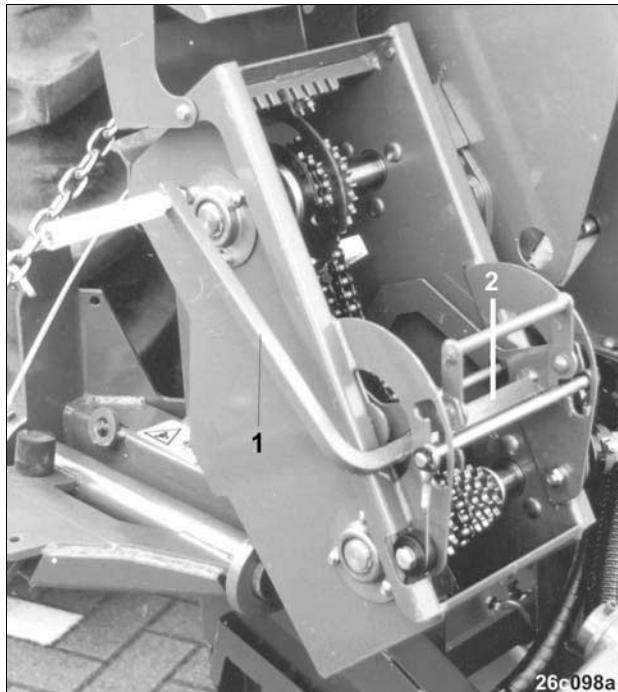

Рис. 108
- Возьмите поворотную рукоятку (для установки на норму высева) (Рис. 108/1) в руки и вставьте в трубу квадратного сечения (Рис. 108/2).